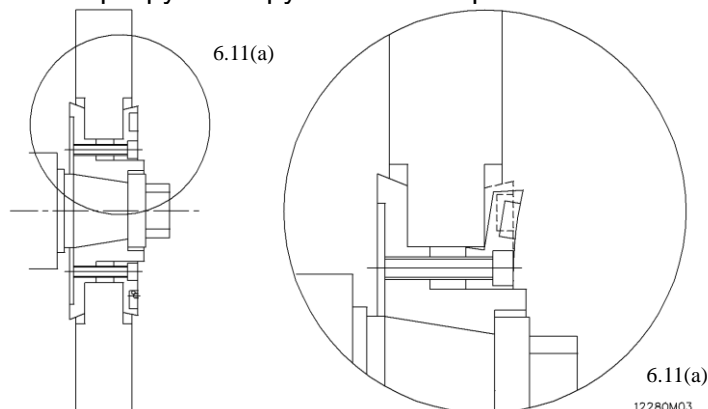

Рис.6.11.11
1. Не устанавливайте фланец неправильным способом Рис.6.11.11.
2. Пожалуйста, проверьте пункт 6.11. (A), установка круга на фланце.